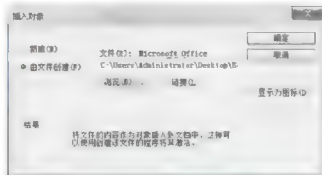

图 3.126 【插入对象】对话框
选择快捷菜单最后的【特性】选项可以打开【特性管理器】对话框, 可以直接在该对话框中设置表格【单元】属性, 如图 3.126 所示。
(1) 在 Microsoft Word 或 Excel 软件中做好表格后保存文件。
(2) 在 AutoCAD 图形文件中执行菜单栏中的【插入】|【OLE 对象】命令, 打开【插入对象】对话框, 选择【由文件创建】单选按钮, 如图 3.126 所示。